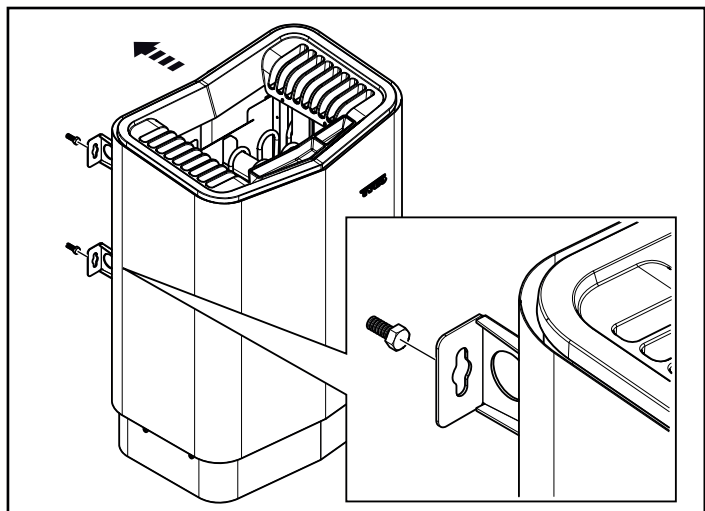

Rysunek 12. Wymiary
6. Umieść wkręty wspornika w wymaganych odległościach (patrz rys. 12).